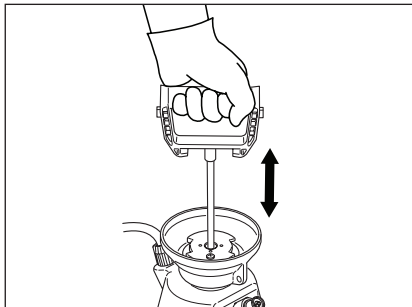

Figura 7. Presurice el tanque
3. Presurice el atomizador, bombeando el mango con un movimiento uniforme hacia arriba y hacia abajo. Vea la figura 7.